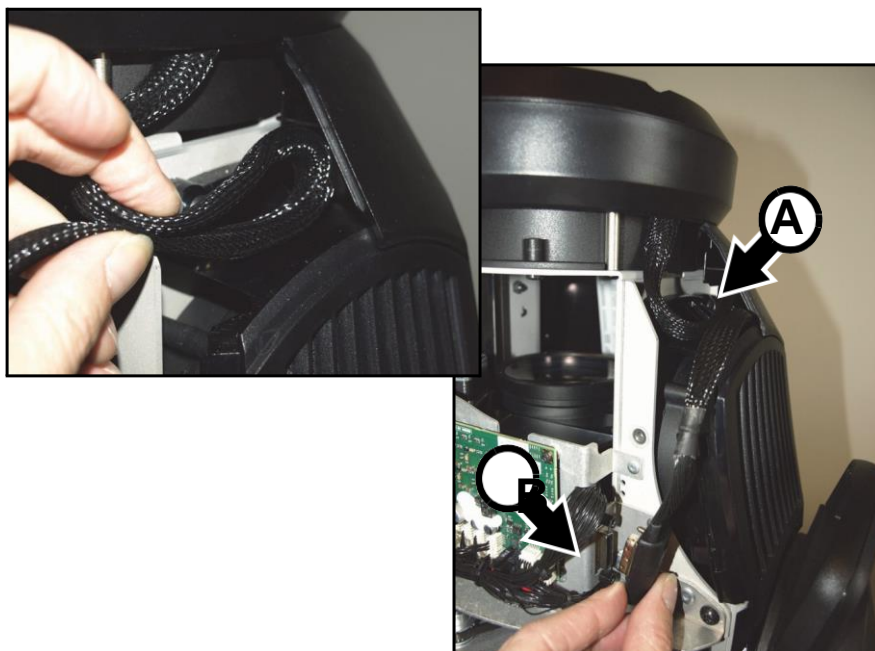

Рисунок 6
9. См. рисунок 6. Собрать петлю в комплекте модуля Quadray и протолкнуть ее в пространство **A** между модулем и воздушным фильтром головной части. Натолкнуть универсальный разъем на соответствующий гнездовой разъем **B** в головной части.